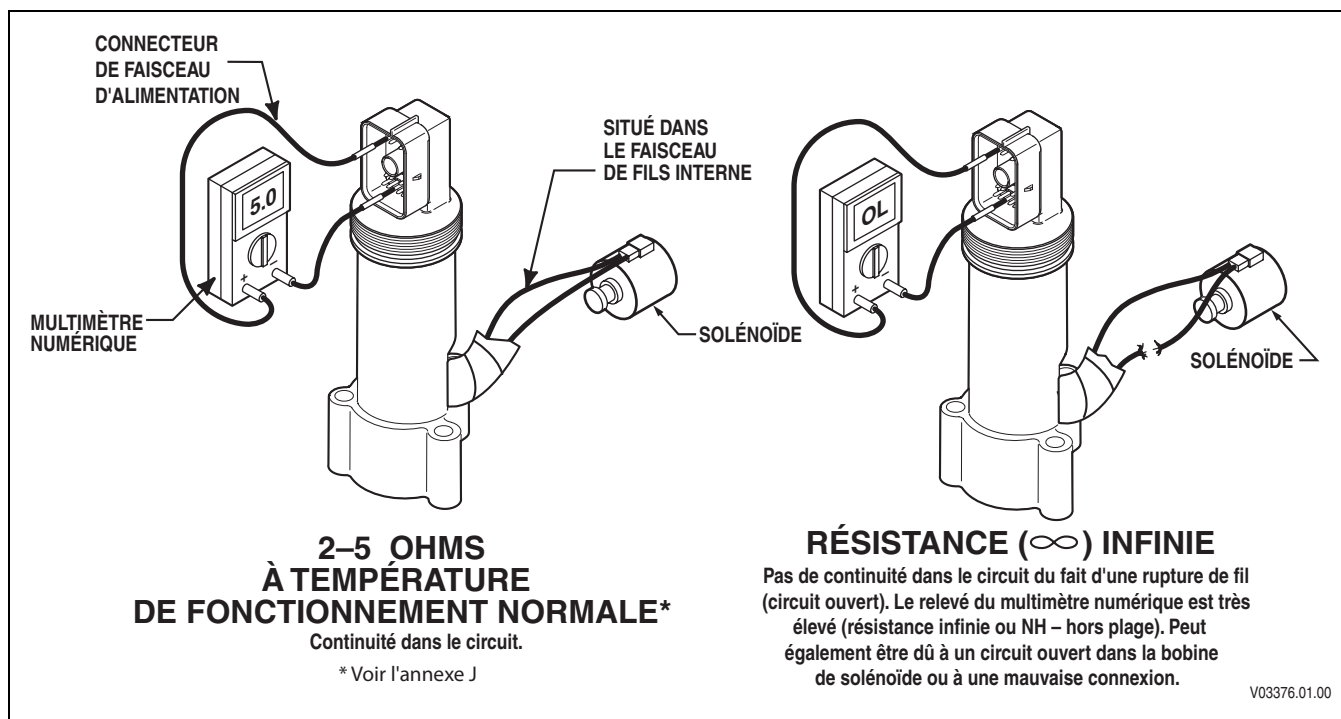

Figure 4-3. Contrôle de la continuité
3. Si tous les connecteurs sont propres et correctement branchés, déterminez les fils du faisceau à tester. Utilisez le schéma de principe des codes d'anomalie pour localiser les bornes de fils. Dans l'exemple présenté, le code P0960 indique un circuit ouvert dans les fils 111 et 174 du circuit de solénoïde de régulation de pression 1 (Figures 4-3 et 4-4).